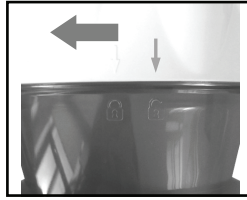

Fig. 7
- c. Coloque el conjunto filtro multiciclónico + tapa superior en el depósito, haciendo coincidir la flecha de la tapa con la figura del candado abierto del depósito, después gire suavemente la tapa superior en el sentido de las agujas del reloj hasta que la flecha de la tapa coincida con el dibujo del candado cerrado (fig.7).